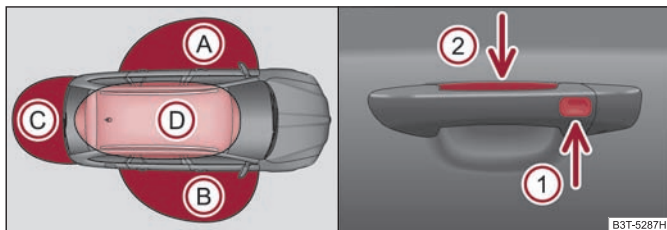

Fig. 26 KESSY: Denumirea zonelor și descuierea/încuierea autovehiculului
- Senzorul din exteriorul mânerului portierei din față ① ⇒ fig. 26 - servește la încuierea autovehiculului,
- Senzorul din interiorul mânerului portierei din față ② ⇒ fig. 26 - servește la descuierea autovehiculului. ■
Dacă în zona A ⇒ fig. 26 sau B a autovehiculului se găsește o cheie autorizată cu telecomandă, se poate descuia portiera respectivă din această zonă. Altfel spus, când cheia se află în zona A, puteți descuia portiera stânga față. Când cheia autorizată se află în zona C, se poate descuia capacul portbagajului.
- Apucați mânerul portierei din față sau acoperiți senzorul ② ⇒ fig. 26 cu toată palma; autovehiculul se descuie. Dacă, la descuiere, veți acoperi senzorul ② și simultan senzorul ①, autovehiculul nu se va descuia.
După încuierea autovehiculului cu ajutorul senzorului ① ⇒ fig. 26, timp de 2 secunde autovehiculul nu se poate descuia de la senzorul ②. Astfel se poate verifica, trăgând de mâner, dacă autovehiculul este încuiat.
Dacă după încuierea și închiderea tuturor portierelor, inclusiv a capacului portbagajului, cheia folosită la încuierea autovehiculului rămâne în autovehicul în zona D ⇒ fig. 26, se activează protecția împotriva încuirii accidentale a cheii în autovehicul și autovehiculul se descuie.
Dacă autovehiculul nu a fost descuiat timp de 60 ore, senzorii ① ⇒ pagina 41, fig. 26 și ② din mânerul portierei pasagerului din față se vor dezactiva automat. Pentru o reactivare a acestor senzori trebuie să se îndeplinească una dintre condițiile următoare:
- Descuierea portierei șoferului cu ajutorul senzorului ② ⇒ pagina 41, fig. 26,
Dacă autovehiculul nu a fost descuiat timp de 90 ore, se vor dezactiva automat și senzorii ① și ② din mânerul portierei șoferului ⇒ pagina 41, fig. 26. Pentru o reactivare a acestor senzori trebuie să se îndeplinească una dintre condițiile următoare:
Dacă, la încuierea autovehiculului mențineți degetul pe senzorul ① ⇒ pagina 41, fig. 26 mai mult de 2 secunde, geamurile și trapa panoramică deschise, se închid. De îndată ce eliberați senzorul ①, procesul de închidere se întrerupe. Dacă atingeți din nou senzorul ①, procesul de închidere a geamurilor și a trapei panoramice se reia.